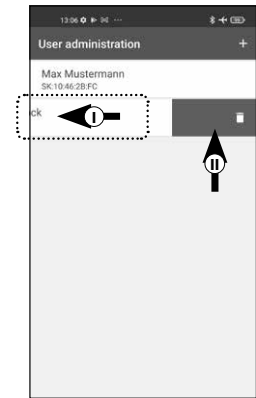

Abb. 82
- 4 Sie sehen die Liste mit angelegten Benutzern. Wischen Sie den Eintrag des Benutzers, den Sie löschen wollen, nach links (I) und tippen Sie auf das rechts erscheinende „LÖSCHEN“-Feld (II) (Abb. 82).